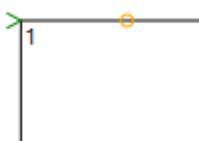

图 5.6.4b 参考点位置
操作：①选择参考点位置，如下图 5.6.4b 所示位置为例。